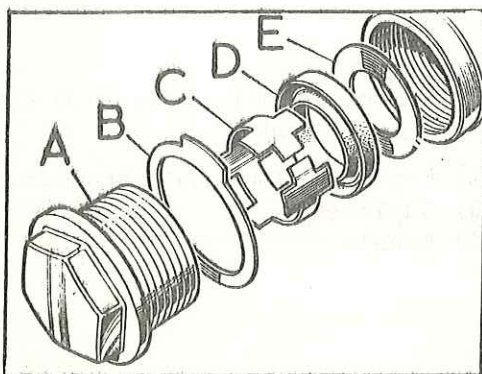

Fig. H-32 Tapa y empaquetadura
- 1.5. Quitar la tapa, A (Fig. H-32) y la junta B, y seguidamente, la empaquetadura recuperadora, D, y suplemento, E. Si fuese necesario, se extraerá el soporte C de la empaquetadura.